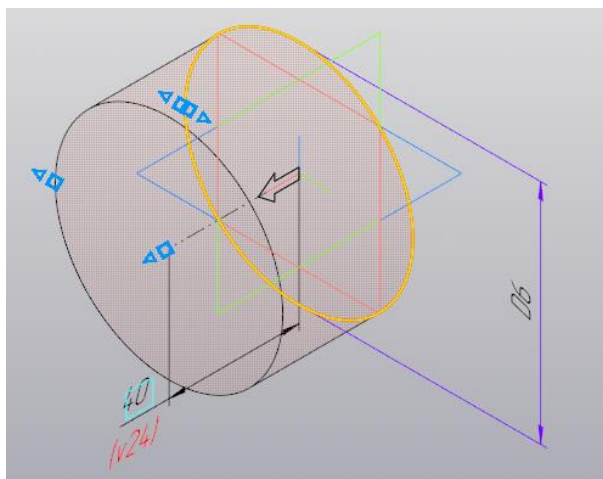

Рисунок 128.
3. Выполните **Операцию выдавливания** на **Расстояние - 40** (рисунок 128).